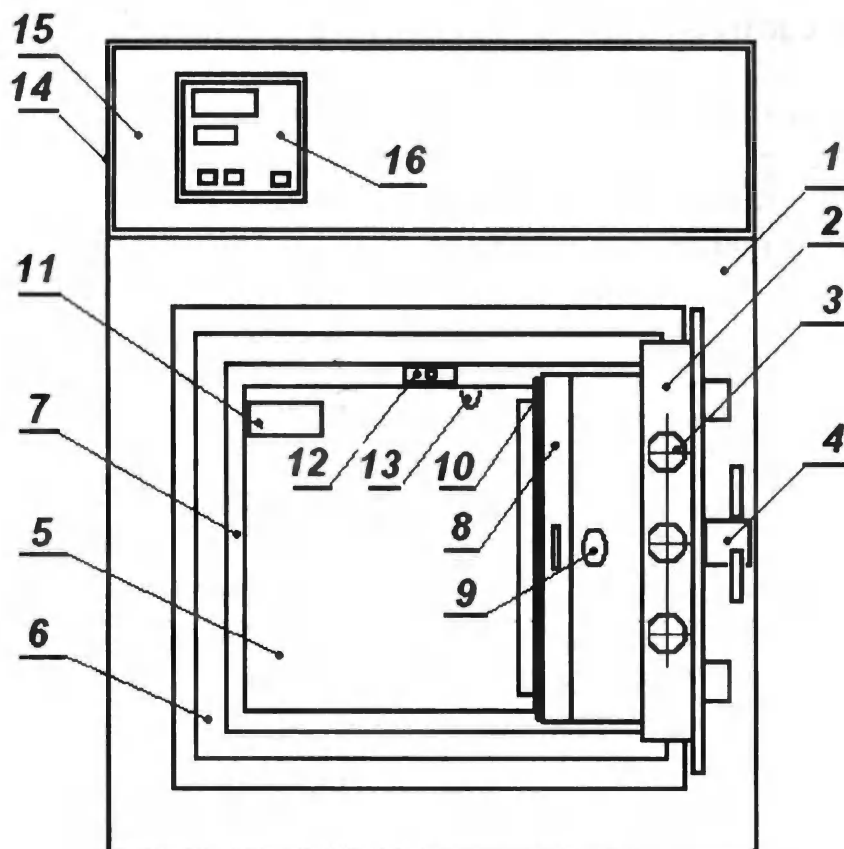

Рис.1. Общий вид изделия
4.1 Изделие (рис.1), изготовленное на базе сейфа (1) с устойчивостью к взлому III или IV класса, соответствует требованиям ГОСТ Р 50444, ГОСТ 12.2.091, ГОСТ Р 51522.1, ГОСТ Р 50862, техническим условиям ТУ 9452-004-72063897-2013 и комплекту конструкторской документации согласно спецификации 15500 снабжено дверью (2) с ригельным замком (3) и приводной рукояткой (4).